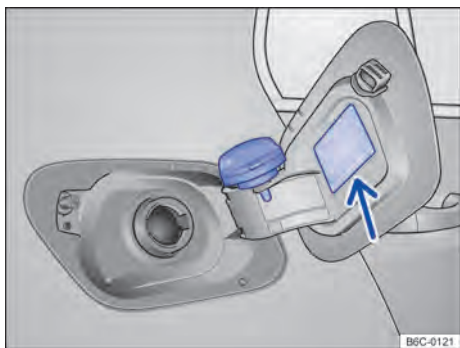

Fig. 155 Portinhola do tanque de combustível aberta com a tampa do tanque de combustível pendurada.
- Remover a tampa do tanque girando-a no sentido anti-horário e encaixá-la no suporte na portinhola do tanque → Fig. 155.